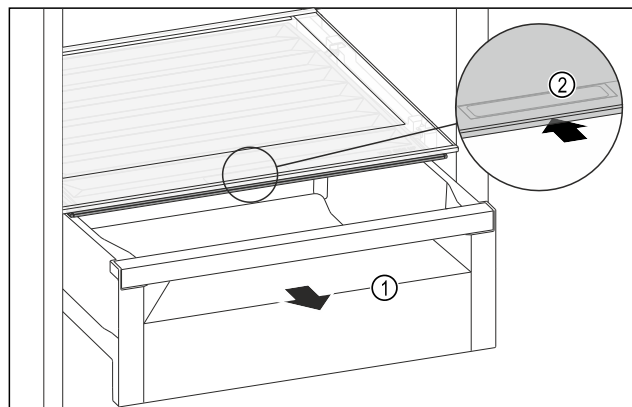

Fig. 213
- Estrarre il cassetto Fig. 213 (1).
- Afferrare la maniglia incassata Fig. 213 (2) sul coperchio dello scomparto e spingere allo stesso tempo all'indietro il coperchio dello scomparto.